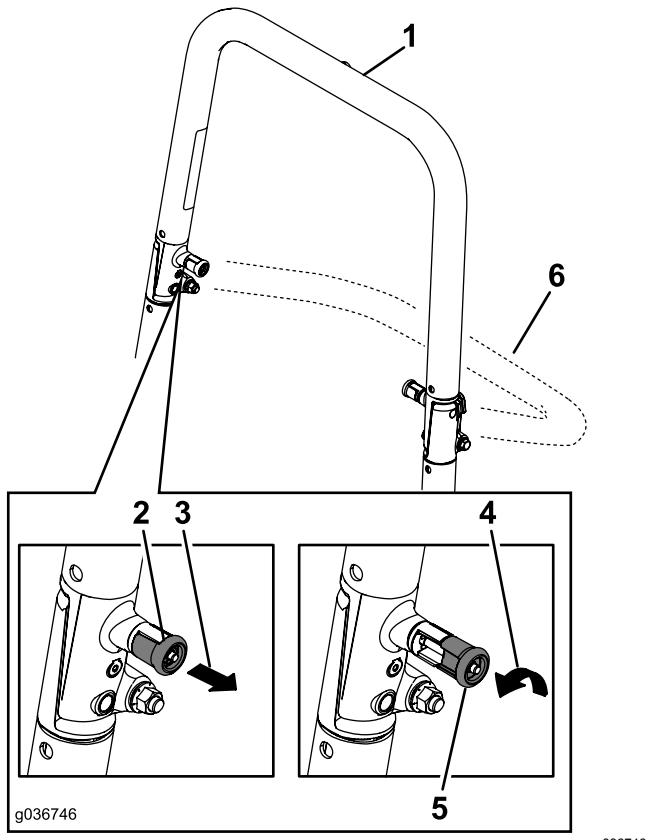

Figura 9
2. Tire de ambos pomos hacia fuera y gírelos 90 grados para desengranarlos (Figura 9).
3. Baje la barra anti-vuelco (Figura 9).
1. Suba la barra antivuelco a la posición de uso y gire los pomos para que se introduzcan parcialmente en las ranuras (Figura 9).
2. Eleve la barra antivuelco a la posición vertical, presionando sobre la parte superior de la misma; las clavijas encajarán en cuanto se alineen con los orificios (Figura 9).